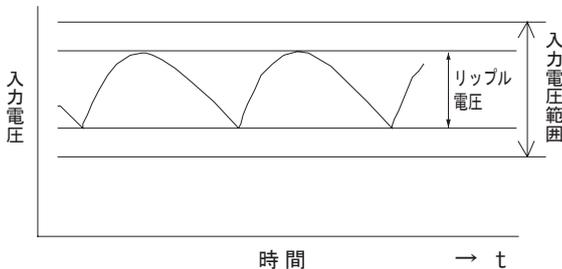

図3.1 入力電圧のリップル
(2) 入力電源
- 入力電圧に含まれるリップル電圧 (図3.1) は、以下のようにご使用ください。この値が大きいと出力リップル電圧が大きくなります。